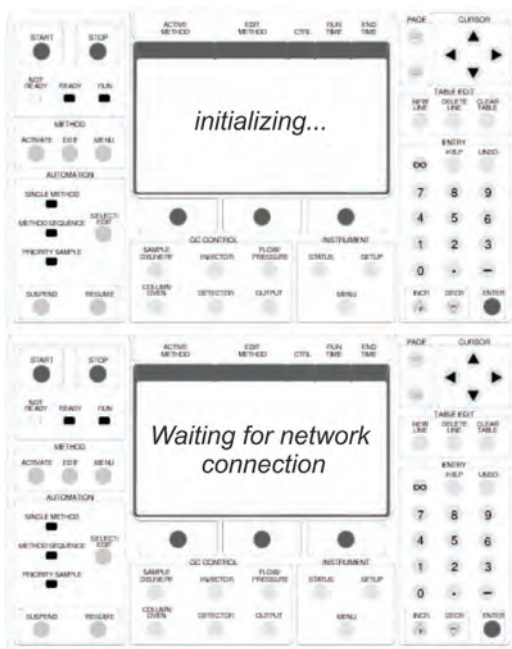

Figura 7. Painel de controle do módulo do cromatógrafo GC-CP3800 Varian.
- Observar na tela do módulo a mensagem *initializing* e esperar a mensagem *Waiting for network connection* (Figura 7). Após essas mensagens, a tela de controle do sistema (*system control*) pode ser acionada no computador (Figura 8).